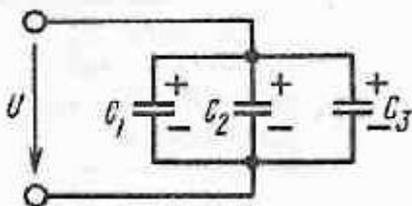

Рисунок 9.1 - Параллельное соединение конденсаторов
**Параллельное соединение.** При параллельном соединении конденсаторов (рис.9.1) потенциал пластин, соединенных с положительным полюсом источника, одинаков и равен потенциалу этого полюса. Соответственно потенциал пластин, соединенных с отрицательным полюсом, равен потенциалу этого полюса. Следовательно, напряжение, приложенное к конденсаторам, одинаково. Общий заряд  $Q_{\text{общ}} = Q_1 + Q_2 + Q_3$ . Так как, согласно,  $Q = CU$ , то  $Q_{\text{общ}} = C_{\text{общ}} * U$ ;  $Q_1 = C_1 U$ ;  $Q_2 = C_2 U$ ;  $Q_3 = C_3 U$  и  $C_{\text{общ}} U = C_1 U + C_2 U + C_3 U$